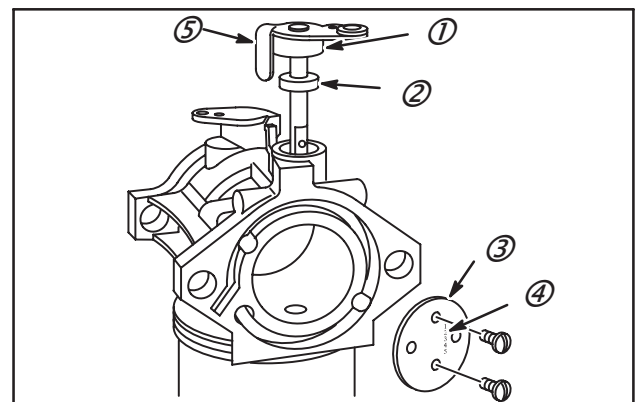

Fig. 115
1. Poser le joint d'axe de papillon (2) avec la lèvre du joint vers le bas dans le corps du carburateur jusqu'à ce que le joint affleure le haut du carburateur (LMT), Fig. 115.
2. Poser l'axe de papillon et la rondelle en mousse (1).
4. Monter le papillon (3) sur l'axe avec les chiffres (4) tournés vers l'extérieur et monter la vis (LMS).
5. Poser le papillon sur l'axe avec les numéros (4) contre la vis de richesse de ralenti et les bossages face au support sur le bord de l'axe. Poser deux vis (illustration : LMT), Fig. 115.